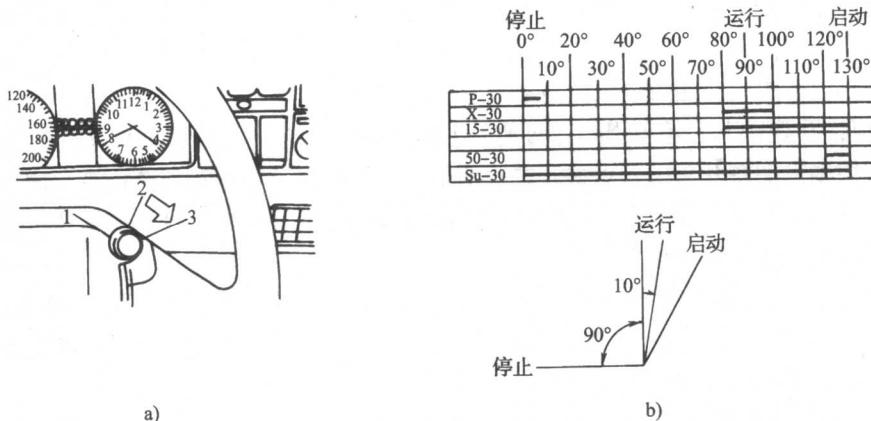

图 1—3 点火开关的位置及功能原理
1. 点火开关的主要功能和使用要领 点火开关是汽车控制系统的关键部件，其位于汽车转向柱的右侧，具有 3 个操控位置，分别为：熄火关机位置、正常工作位置和启动位置，如图 1—3 所示。捷达系列轿车随车配备有主钥匙和副钥匙，这两种钥匙均可控制点火开关。
(1) 点火开关的电路。如图 1—3 所示, 点火开关具有 30、50、15、P、X、Su 等 6 个接线端子, 各端子的接线情况如下: